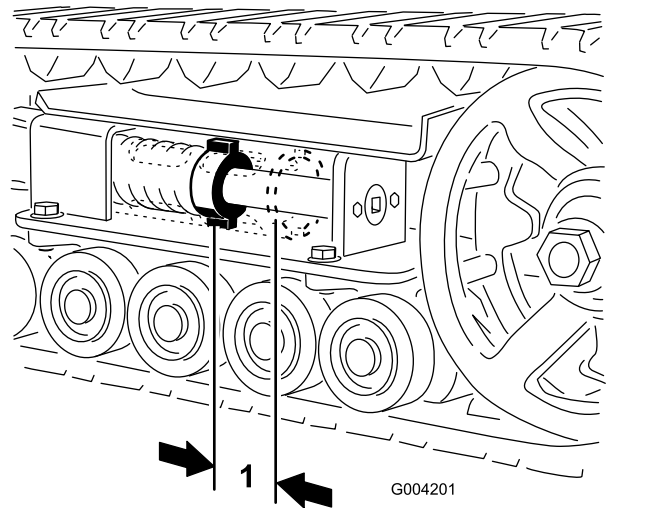

Figura 46
Debe haber una holgura de 7 cm entre la tuerca tensora y la parte de atrás del tubo tensor (Figura 46). Si no es así, ajuste la tensión de las orugas usando el procedimiento siguiente:
5. Usando una llave de carraca de ½", gire el tornillo tensor en sentido antihorario hasta que la distancia entre la tuerca tensora y la parte de atrás del tubo tensor (Figura 46) sea de 7 cm.
12. Gire el tornillo tensor en sentido antihorario hasta que la distancia entre la tuerca tensora y la parte de atrás del tubo tensor (Figura 46) sea de 7 cm.
18. Gire el tornillo tensor en sentido antihorario hasta que la distancia entre la tuerca tensora y la parte de atrás del tubo tensor (Figura 46) sea de 7 cm.